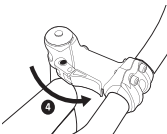

Рис. 36
3. Верните рычаг эксцентрика в исходное сложное состояние до щелчка (рис. 36).